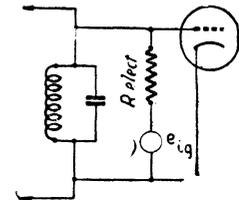
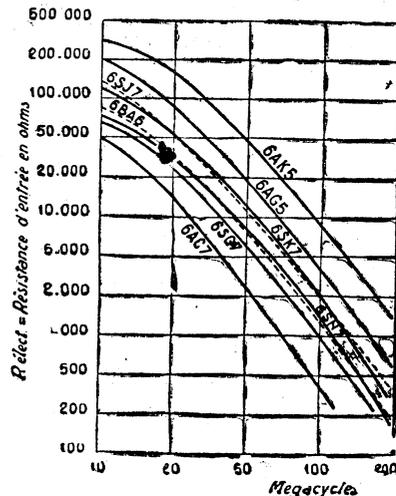

Fig. 6. — Cas de la tension de bruit induite sur la grille.
Fig. 8. — Valeur de la résistance équivalente d'entrée en fonction de la fréquence pour différents types de lampes.
Pour effectuer les calculs, on considère que l'on a un générateur e_{ig} en série avec une résistance qui serait égale à R_{é l} et placée entre la grille et la masse, comme l'indique la figure 6. On trouvera sur la figure 8 des valeurs numériques de l'impédance d'entrée de tubes courants.
- 5) R' = d'après la figure 8.